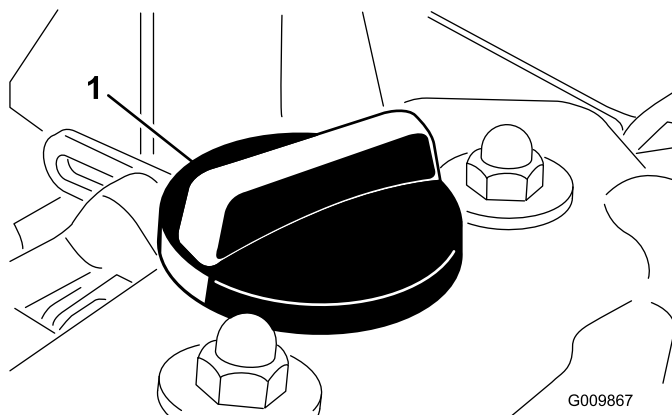

Figure 24
4. Si le niveau n'atteint pas le repère maximum, enlevez le bouchon de remplissage (Figure 24) et faites l'appoint jusqu'à ce que le niveau correct soit atteint. **Ne remplissez pas excessivement.**